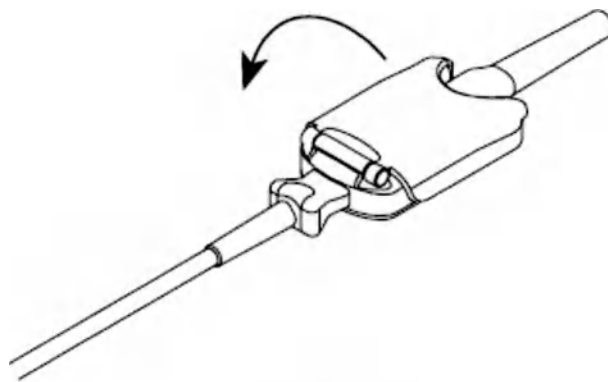

Рис. 5.1.63.
1. См. рис. 5.1.63. Удерживая за края разъем кабеля для подключения к пациенту, снимите крышку разъема датчика с разъема кабеля для подключения к пациенту.